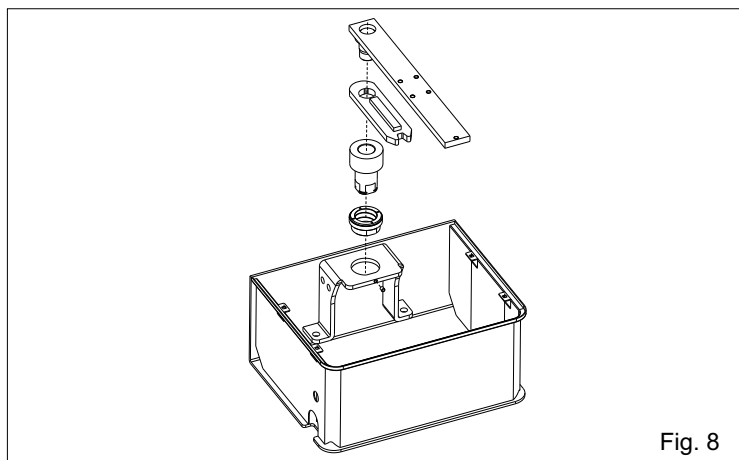

Fig. 8
2.4. Introducir el eje de la cancela en la caja y fijarla con el tornillo especial (Fig. 8).
2.5. Insertar los conjuntos (Fig. 8).